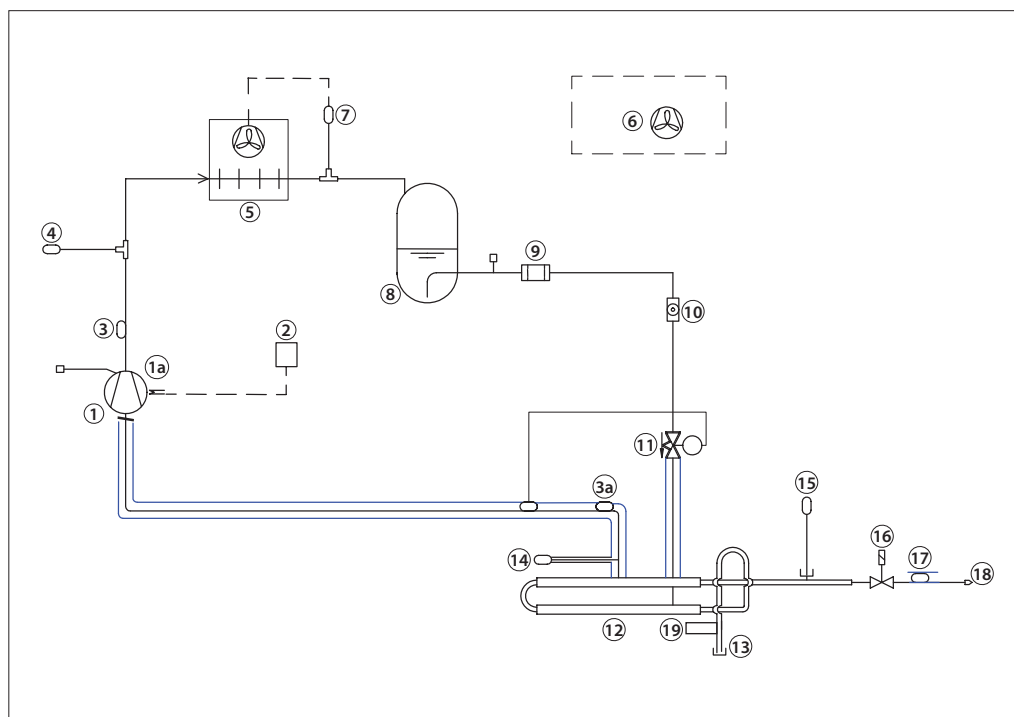

Abb. 1 – Entlüfter R452A – Aufbau
| Reparatursatz für Hauptentlüftungsventil (Anker, Rohr, Dichtung, Düse, Filtereinsatz). Siehe Abb. 1, Pos. 16 | x                                                 | x                                           | 084H5051             |
| Magnetspule, 24 V DC für Hauptentlüftungsventil. Siehe Abb. 1, Pos. 16                                       | x                                                 | x                                           | 018F6757             |
| Restriktor, in der Entlüftungsleitung hinter dem Hauptentlüftungsventil. Siehe Abb. 1, Pos. 18 und Abb. 13.  |                                                   | x                                           | 084H5054             |
\*\* Siehe Abb. 1 und Abb. 10a.
Der Entlüfter benötigt lediglich einen mechanischen Anschluss (siehe Abb. 1). Die Ammoniak-/NC-Gase fließen von der Hauptanlage durch den Flansch für Ammoniak (siehe 13 in der nachstehenden Abb. 1), während das NC-Gas durch das dem Entlüftungs-Restriktor (18) nachgelagerte Ausblasrohr abgegeben wird.